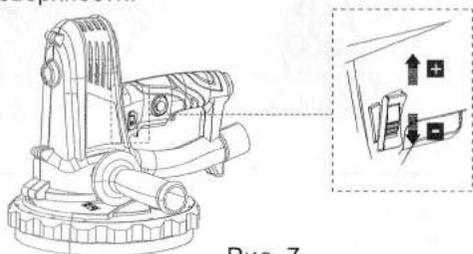

Рис. 7
- > Ограничить максимальную скорость можно при помощи регулятора выбора скорости (2) (Рис. 7).
- > Поверните регулятор выбора скорости (2) вверх, чтобы увеличить максимальную скорость. Большее значение подходит для шлифования мелкозернистой наждачной бумагой для получения низкой степени шероховатости.
- > Поверните регулятор выбора скорости (2) вниз, чтобы уменьшить максимальную скорость. Меньшее значение подходит для шлифования крупнозернистой наждачной бумагой для снятия штукатурки и водной протравы с рабочей поверхности.